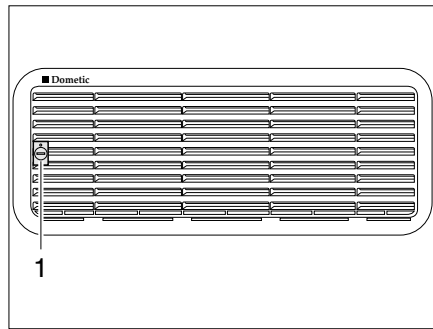
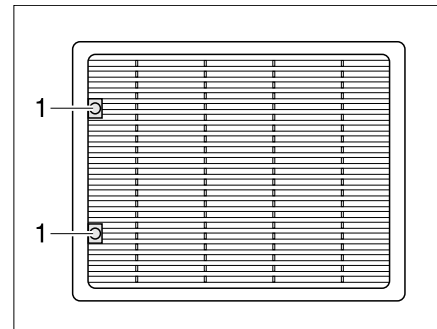

Bild 133 Kühlschrank-Lüftungsgitter (Dometic klein)
Bild 134 Kühlschrank-Lüftungsgitter (Dometic groß)
- Schraube (Bild 133,1 bzw. Bild 134,1) mit Hilfe einer Münze eine viertel Umdrehung drehen.